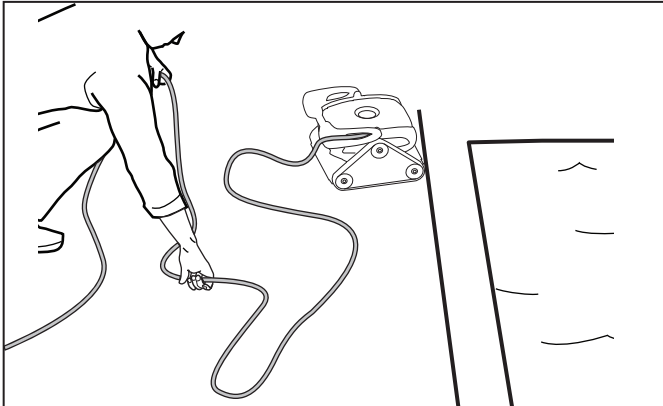

Figura 20. Desenrede el cable flotante
1. Comenzando por el cabezal del limpiador. Desenrolle y desenrede el cable (vea la figura 20).